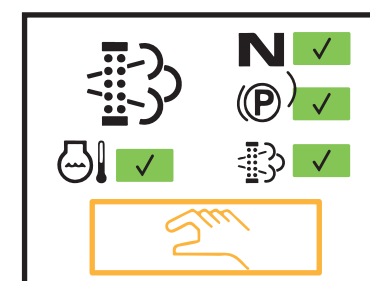

FIGURA 3
2. Cuando hay una regeneración disponible, la pantalla muestra cuatro marcas verdes en el menú (Figura 3). Pulse el botón de información para activar la regeneración.